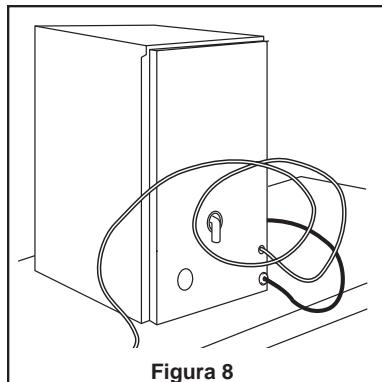

Figura 8
- 3 En el caso de instalaciones empotradas, calcule una longitud mayor de la tubería de suministro de agua, a fin de que se pueda mover fácilmente la unidad fuera del área empotrada (vea la figura 8). Esto también evitará que la tubería se tuerza.